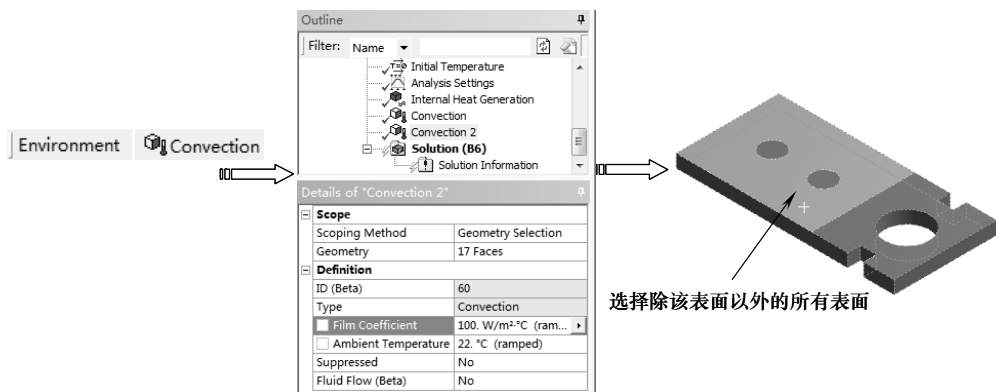

图 11-41 施加对流条件
3) 单击【Environment】工具栏上的【Convection (对流)】命令, 单击【图形】工具栏上的选择模式下的【Box Select (框选)】按钮 , 然后再单击【Face (选择面)】按钮 , 选择散热器除了接触热阻表面之外的所有表面, 在【Details of “Convection 2”】列表中单击【Geometry】项中的【Apply】按钮完成, 在【Film Coefficient】中输入 100, 如图 11-41 所示。